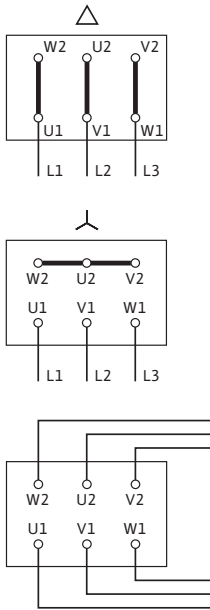

Fig. 17: Подключение к сети
Схема электроподключения находится в крышке клеммной коробки (см. также Fig. 17).
- Подключение к сети зависит от мощности двигателя P_2 , от сетевого напряжения и от типа пуска. Необходимое переключение соединительных перемычек в клеммной коробке можно определить по следующей таблице «Табл. 4. Распределение клемм» на стр. 104 и Fig. 17.